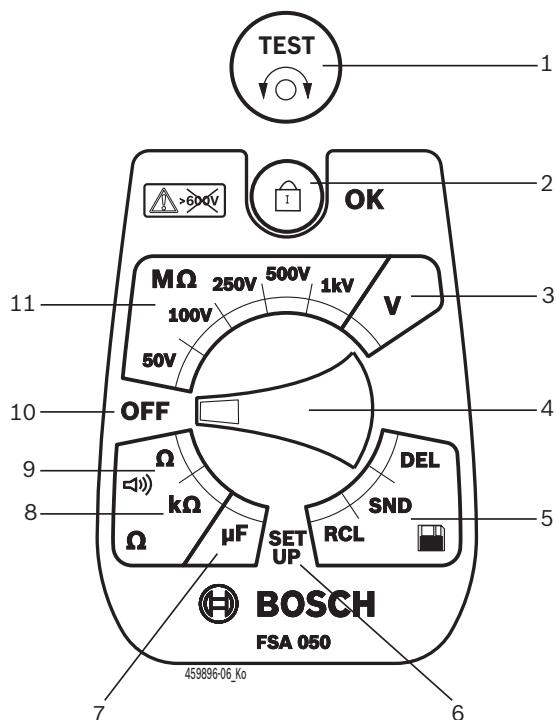

Fig. 2: Selektor/przyciski
1. Ustawić selektor na <SETUP> (rys. 2, poz. 6).
2. Nacisnąć przycisk <TEST> (rys. 2, poz. 1) przez ok. dwóch sekund.
4. Nacisnąć przycisk </OK>, aby zapisać żadaną wartość (rys. 2, poz. 2).